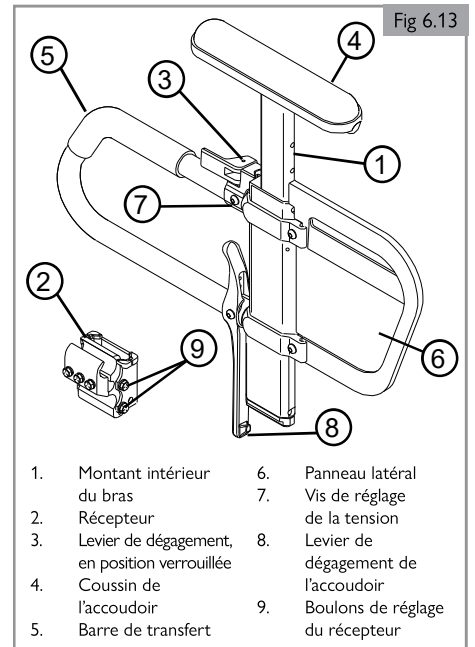

Fig 6.13
6.9 Accoudoir réglable en hauteur à un seul montant (option) (Fig. 6.13)